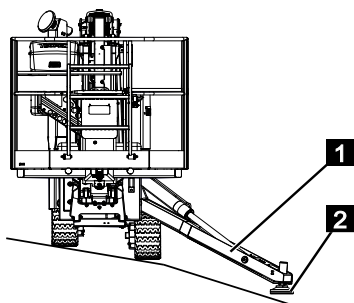

Fig. 74
2. Pour sécuriser, mettre les appuis (Fig.74/1) en aval en variante d'appui large ou étroite Régler et commander les appuis pour la sécurisation et les abaisser.
3. Veiller à ce que les disques d'appui (Fig.74/2) ne touchent pas le sol si possible.
- Respecter la différence de hauteur maximale des bords à franchir (hauteur maxi. des bords  $X = 100$  mm (Fig.74/X).